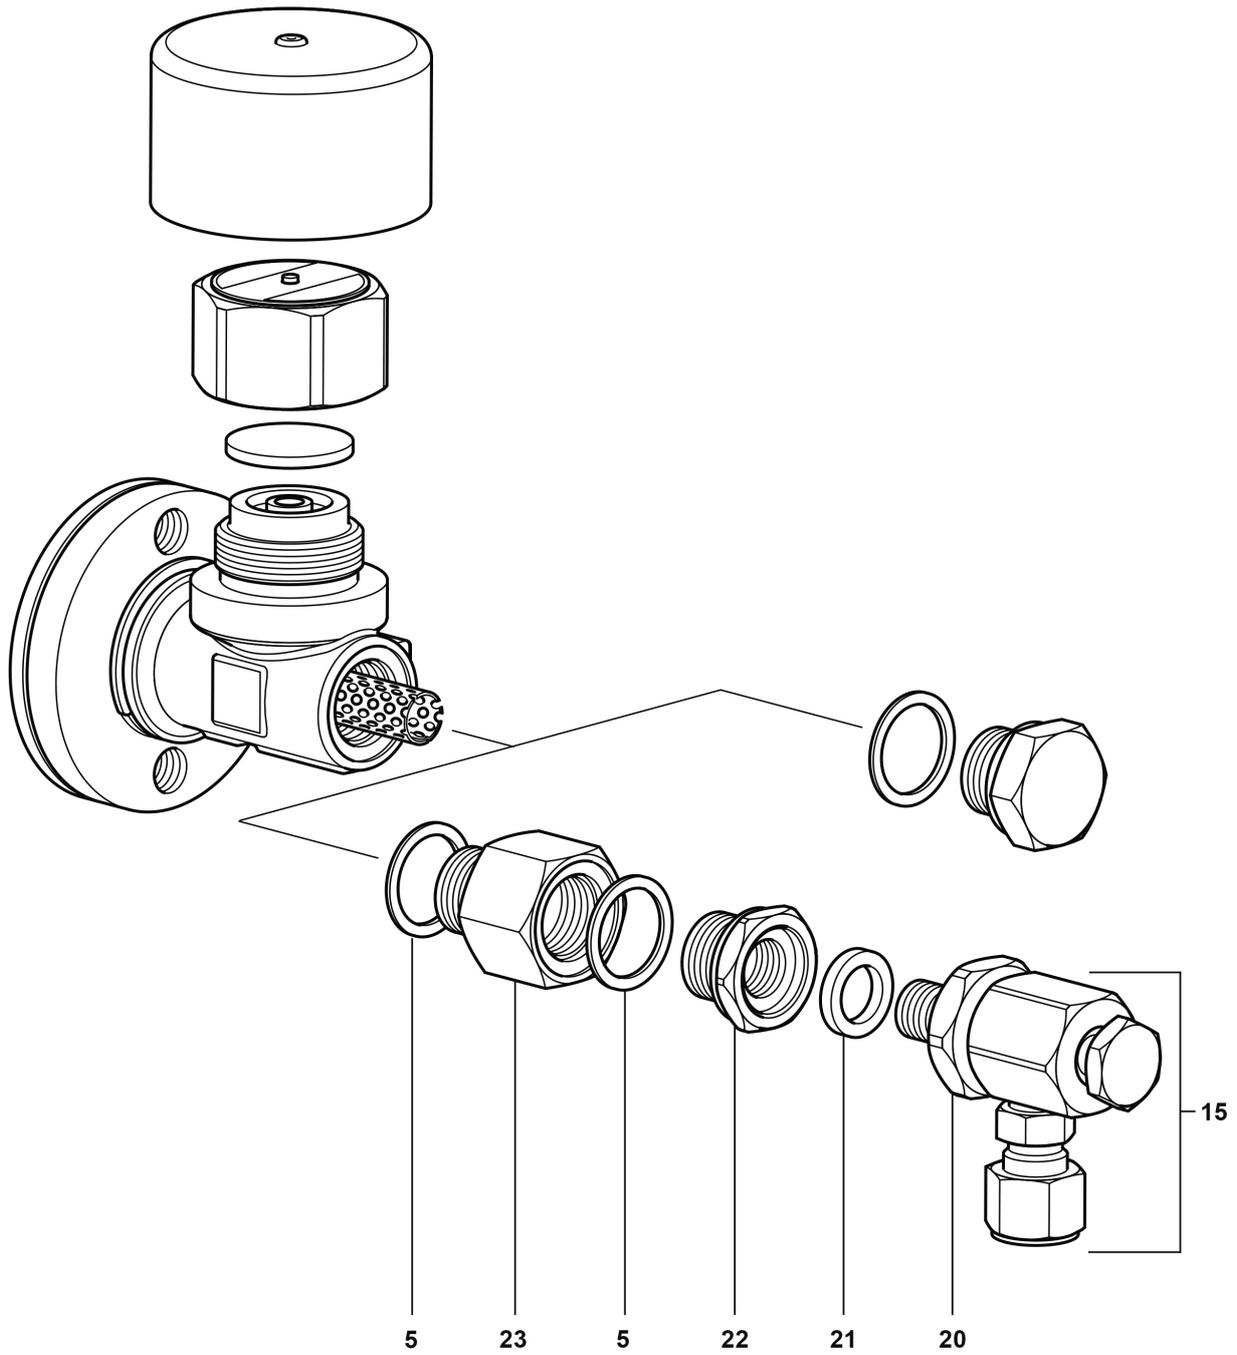

Fig. 6 - UTD26LY et UTD26HY
**Nota :** La vis du robinet de vidange sur le robinet de vidange intégré (voir fig. 6) doit être serré au couple de serrage 22 - 25 N m.